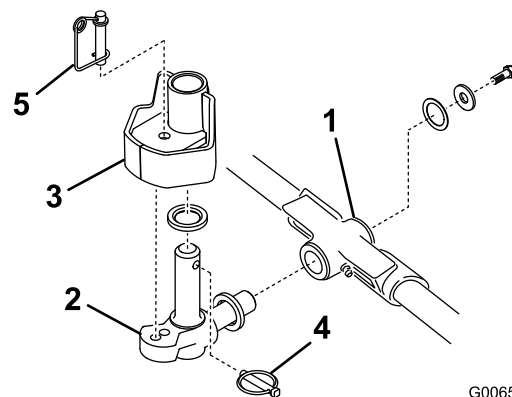

図 12
1. スラストワッシャをピボットナックルの水平シャフトに差し込む 図 12。
2. ピボットナックルの水平シャフトをキャリアフレームの取り付け穴に差し込む 図 12。
3. ピボットナックルをキャリアフレームに固定するスラストワッシャ、平ワッシャ、フランジヘッドキャップスクリューを使う 図 12。
4. ピボットナックルの垂直シャフトにスラストワッシャを差し込む 図 12。
5. ピボットナックルの垂直シャフトを外している場合にはここで昇降アームのピボットハブに差し込む 図 12。
7. ピボットナックルのシャフトに付いている穴にリンチピンを差し込む 図 12。
注 Cuttingユニットを固定モードで使用する場合にはステアリングロックピンをピボットナックルの取り付け穴に差し込んでください 図 12。
13. ステアリングロックピンの下にスプリングを掛ける 図 12。